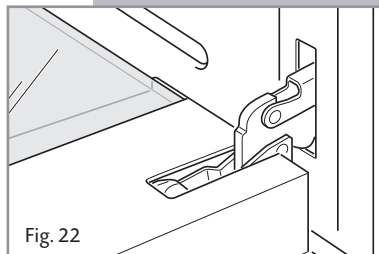

Fig. 22
- Fully open the oven door (fig. 22).